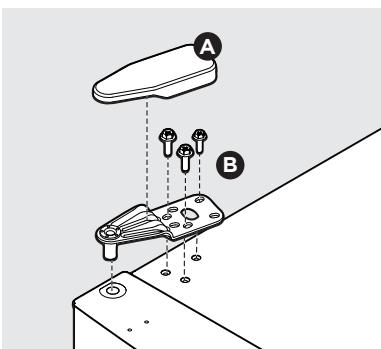

Figura 11
28. Vuelva a fijar la bisagra suprior (B) del lado izquierdo del armario, usando una llave de 5/16". Vuelva a colocar la cubierta de la bisagra superior (A) (vea la figura 11).